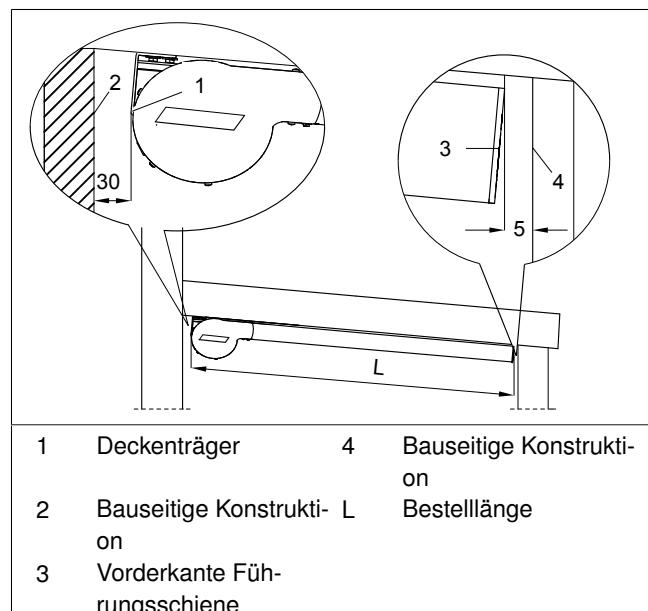

Abb. 5: notwendiger Platzbedarf (alle Maßangaben in mm)
- Mindestabstände für Deckenträger beachten (siehe Abb. 5/Seite 5!)